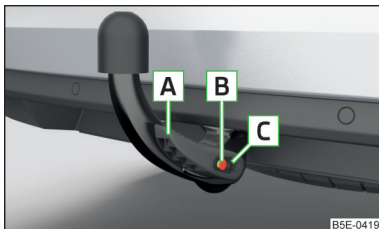

Fig. 181
**Tija de cuplă sferică fixată în mod corespunzător » fig. 181**